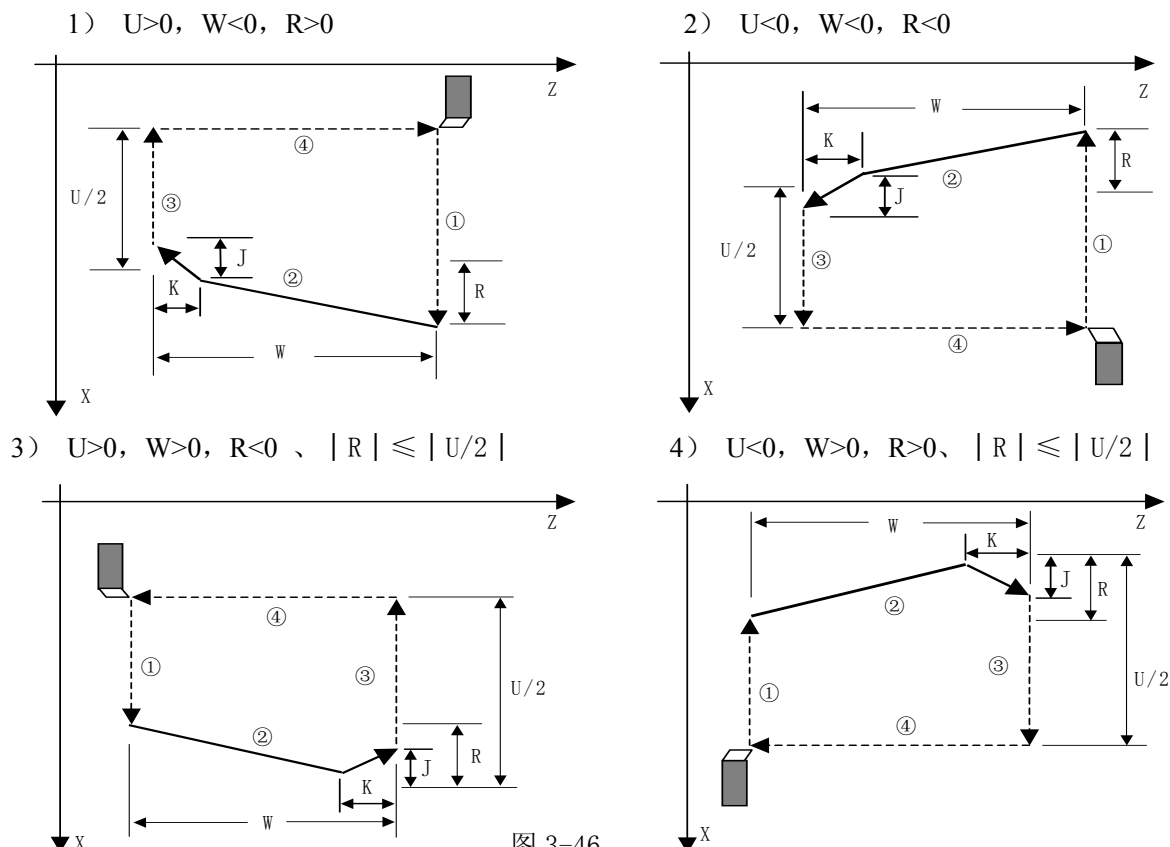

图 3-46
- U、W的符号决定了A→C→D→E的方向, R(i)的符号决定了C→D的方向。U、W的符号有四种组合方式, 对应四种加工轨迹, 见图3-46。